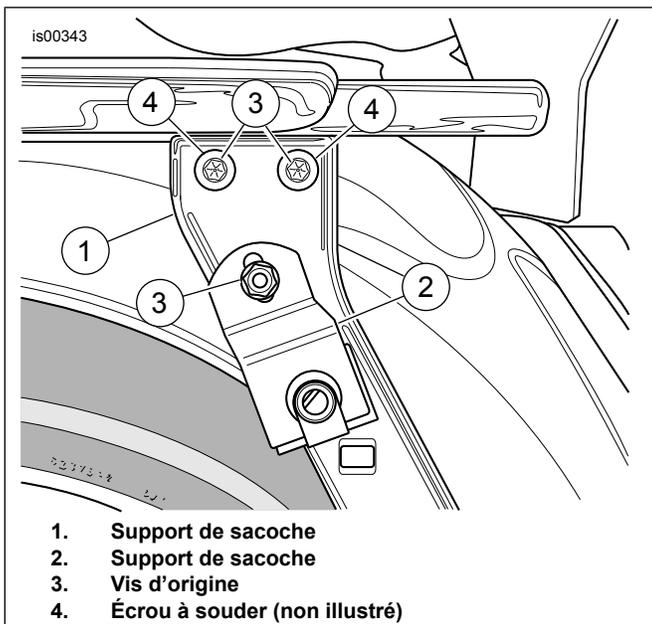

Figure 3. Vis d'origine (côté gauche illustré)
7. Consultez Figure 3 . Retirer et jeter les vis existantes (3) de chaque côté de la motocyclette.